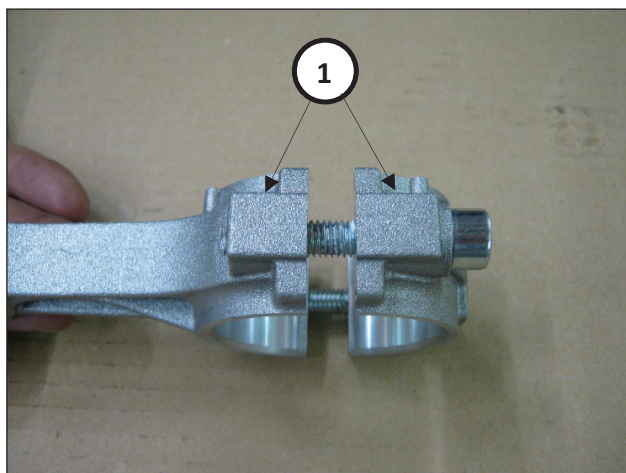

Fig. 9
- Acoplar los sombreretes de biela con los cuerpos (Fig. 9, pos. ①).